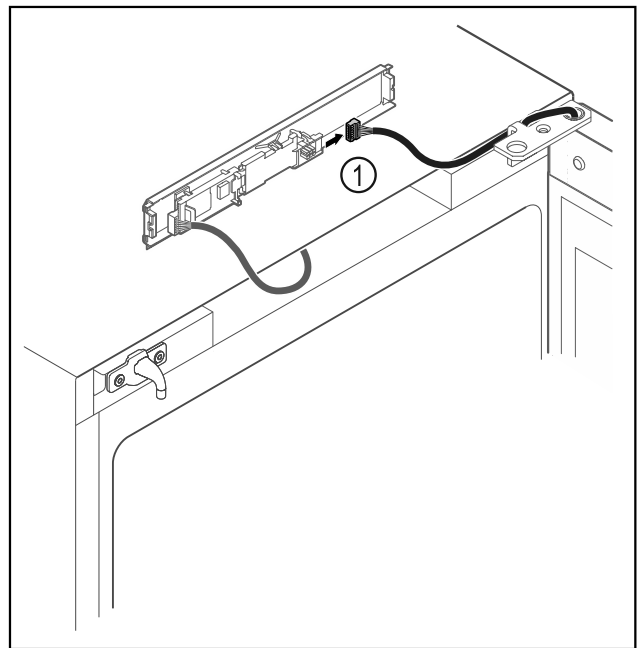

Fig. 15
- ▶ Ištraukite iš plokštės kištuką Fig. 15 (1).